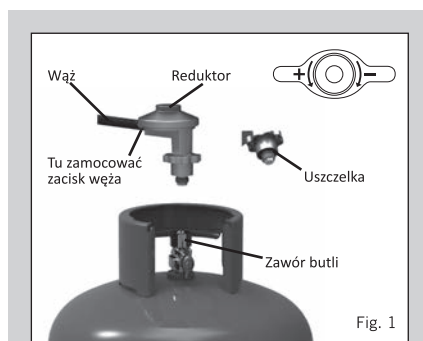

Fig. 1
- Przed każdym użyciem grilla i podłączeniem go do butli gazowej sprawdź wąż i uszczelkę reduktora pod kątem zużycia i uszkodzeń (zob. rys. 1).
- Kontrolę tę należy przeprowadzać przy każdym podłączeniu butli z gazem do urządzenia (zob. rys. 1).